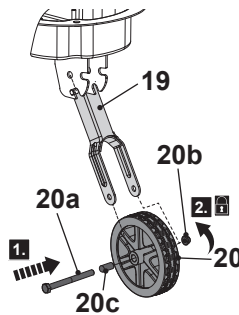

Fig. 1
1. Afloje la tuerca (20b) y retírela con el tornillo (20a) y el manguito (20c) de la rueda (20).
2. Introduzca el manguito (20c) en la rueda (20) y alinéelo con los agujeros del soporte de la rueda (19).
3. Pase el tornillo (20a) por los agujeros de montaje (fig. 1, paso 1).
4. Fije la rueda (20) con el tornillo (20a) y la tuerca (20b) (fig. 1, paso 2).
5. Apriete bien la conexión usando dos llaves adecuadas. Compruebe que la rueda (20) pueda girar sin problemas.